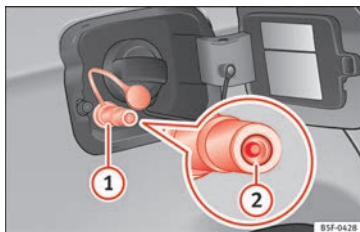

Fig. 246 Trappe à carburant ouverte : goulot de remplissage de gaz (1), serrure du goulot de remplissage (2).
- Enlevez le bouchon du goulot de remplissage de gaz » **fig. 246 (1)**.